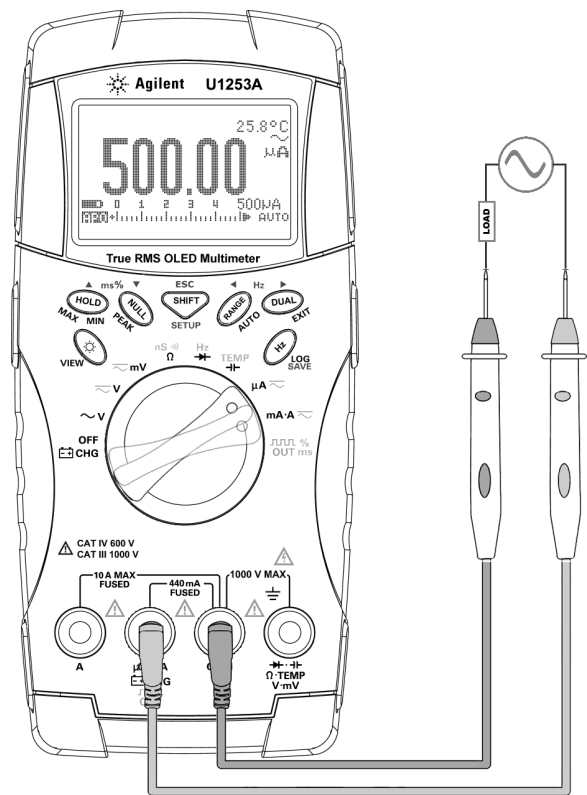

Figura 2-3 Medindo tensão μA e mA
- 3 Conecte os fios de teste vermelho e preto aos terminais de entrada $\mu\text{A}\cdot\text{mA}$ (vermelho) e **COM** (preto) respectivamente (consulte a Figura 2-3 na página 34).
- 2 Conecte as pontas de prova como visto na Figura 2-3 na página 34.